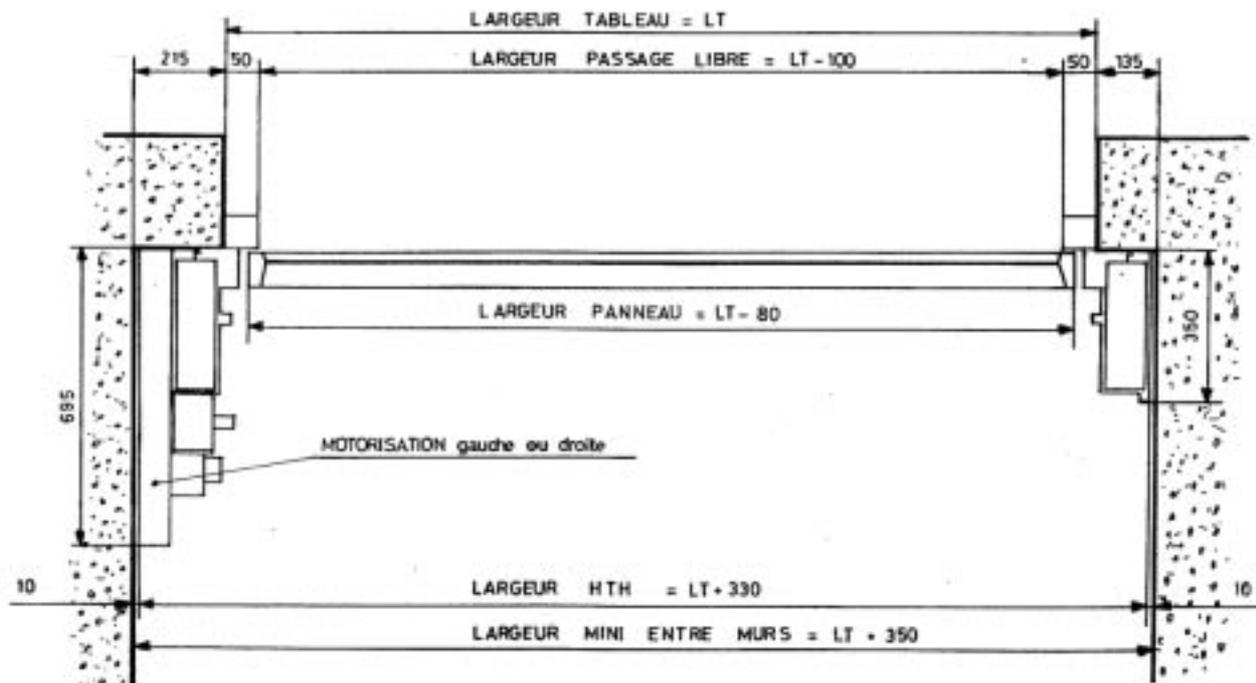

FIGURE 15
3) La motorisation TrafiJunior vient se fixer sur le mur latéral à gauche de la porte (ou à droite si demande spécifique à la commande) FIG 15. Si par erreur le coté du moteur ne convient pas à l'exigence du chantier, il est possible de modifier une motorisation gauche en motorisation droite (ou vice versa) : l'ensemble des pièces étant réversibles, il suffit de retourner le moteur et son support, le bras et son support, et les deux capots métalliques